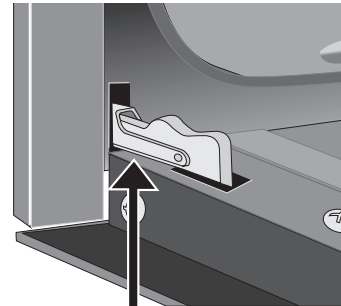

Figure 8: Charnière en position verrouillée
4. Poussez les verrous des charnières vers le haut et dans le cadre du four jusqu'à ce qu'ils soient en position verrouillée (Figure 8).